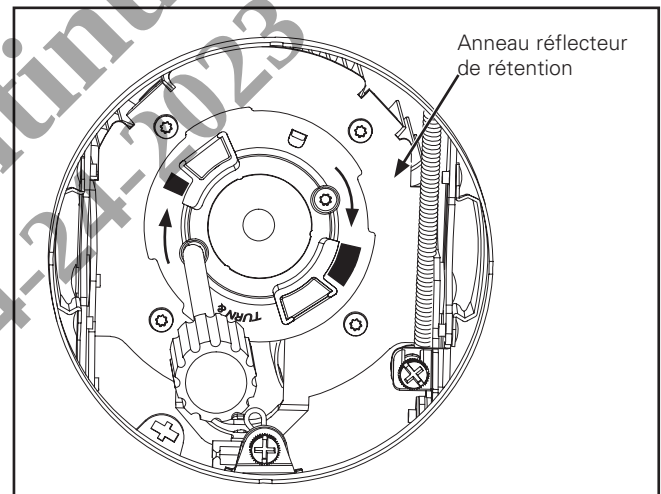

Figure 27.
2. Enlevez deux vis M3 qui retiennent l'anneau de rétention du réflecteur blanc (Figure 27.). Utilisez un tournevis à tête Torx T-10.